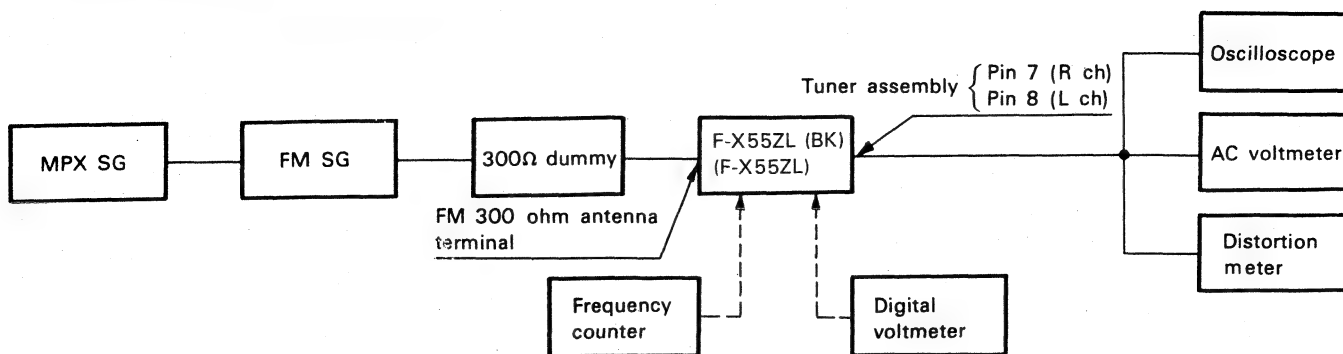

Fig. 12-1 FM adjustment connection diagram
- Faire les raccordements comme indiqué en Fig. 12-1.